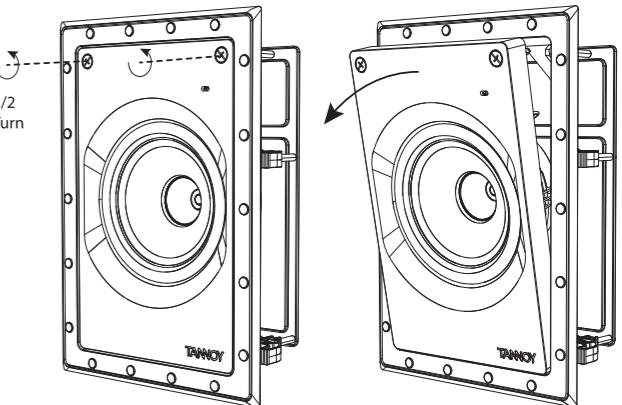

図 4. フレームからのスピーカーアセンブリの取り外し
1. スピーカーバッフルアセンブリはフレーム内に同梱されているため、次のように取り外す必要があります。2 本のネジを半回転未満で外してから、アセンブリをフレームから傾けます (図 4)。設置の準備ができるまで、安全な乾燥した場所に保管してください。